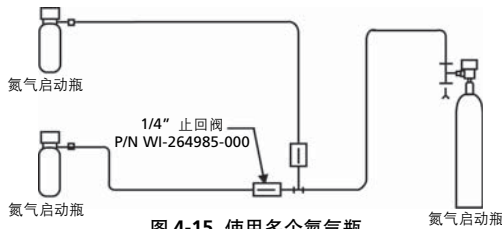

图 4-15 使用多个氮气瓶
- 1/4 英寸止回阀 (P/N 264985) 必须安装在每个分启动管与主启动管线的相交处之前 (如图 4-15)
- 多瓶启动需要若干氮气启动瓶（氮气启动瓶的数量与方向阀数量相等），启动软管（启动软管的数量与方向阀的数量相等），电磁启动器（电磁启动器的数量与方向阀的数量相等），带气动启动器和一个压力调整器的方向阀。如图 4-15 所示。
3. 将启动器连接到方向阀上，并连接到氮气流入方向的其中一条管路中。（管路和线路图如图 4-15, 4-16 所示）